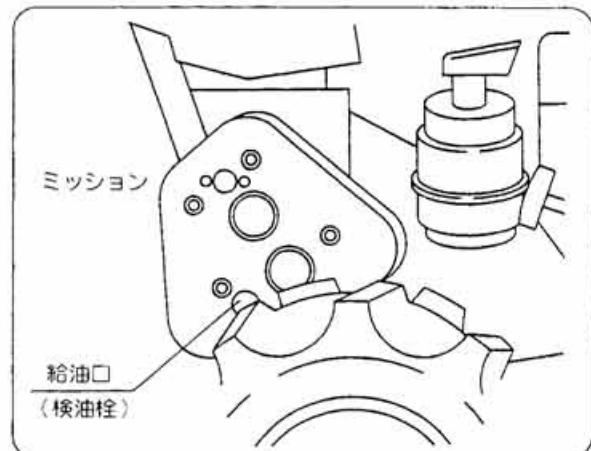

図49
- ② トランスミッションの検油栓を外してください。(図49)
- ③ 汚れたオイルが完全に無くなったらドレンプラグを確実に締付けてください。
(図49)